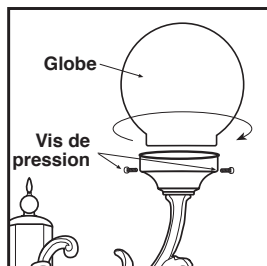

Figure 5
- Si les têtes sont à globe, mettre d'abord la ou les ampoules en place. Faire pivoter le globe en place et le bloquer au moyen des vis d'ajustement, en faisant attention de ne pas trop serrer car une pression excessive pourrait entraîner une rupture du globe (voir la figure 5).